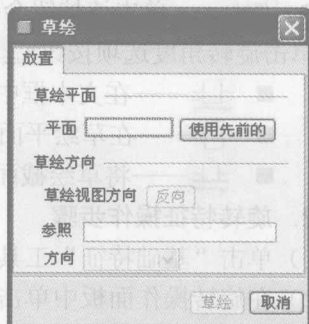

图 1-4 “草绘”对话框
- 3) 在“放置”面板中单击“定义”按钮，弹出如图 1-4 所示的“草绘”对话框，单击一个平面作为草绘平面，系统自动选择参照平面，单击“草绘”按钮进入草绘环境。